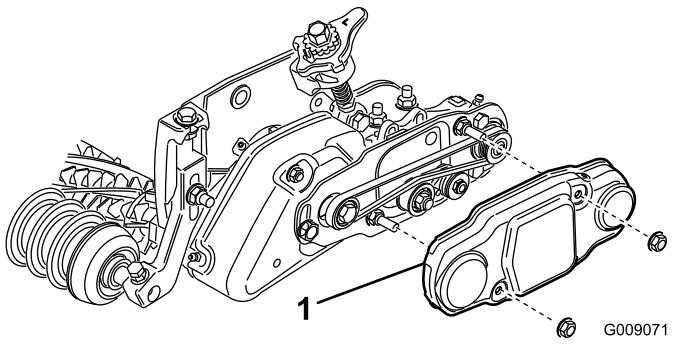

Bild 36
48. Schieben Sie die Riemenabdeckung auf die Befestigungsschrauben und befestigen Sie diese mit zwei Bundmuttern (**Bild 36**).